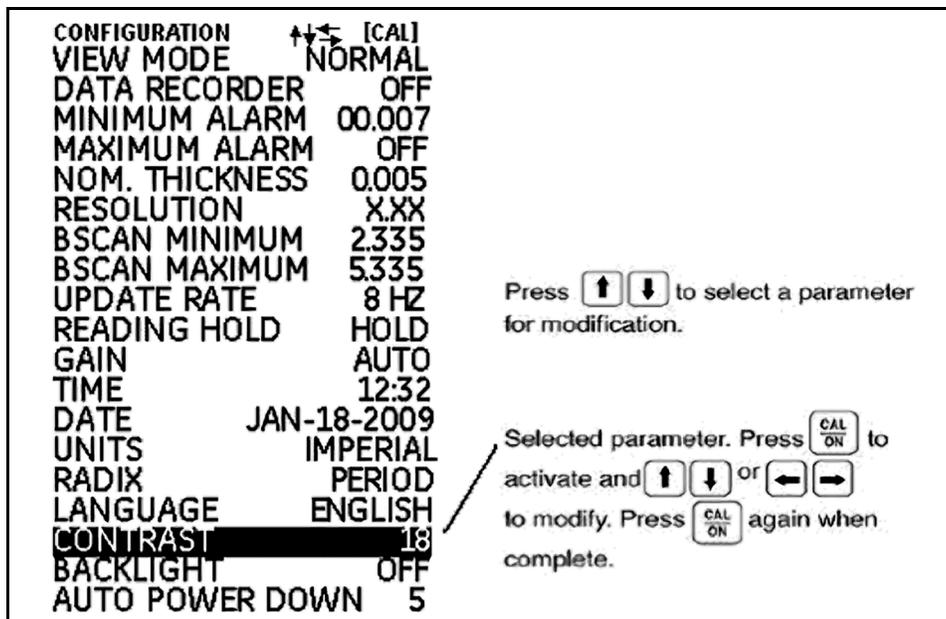

Abbildung 6: Konfiguration
- **Konfiguration** - Hierüber ist der Zugriff auf die Gerätesteuerung möglich. Die Funktionen auf diesem Bildschirm hängen von den installierten Optionen ab (siehe Abbildung *Abbildung 6 auf Seite 13*). Der Inhalt der Anzeige Konfiguration hängt von den installierten Optionen ab.